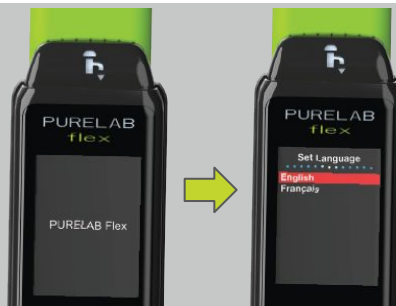

Fig. 4
- Ligue a fonte de alimentação e o ecrã exibirá a tela «Definir idioma» (fig. 4)